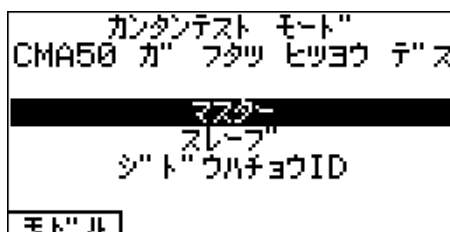

図 3.8.3-1 カンタンテストモード選択画面
2. カンタンテストモード選択画面(図 3.8.3-1 参照)が表示されます。「ジドウハチョウ ID」を選択し、FUNCTION キーを押します。